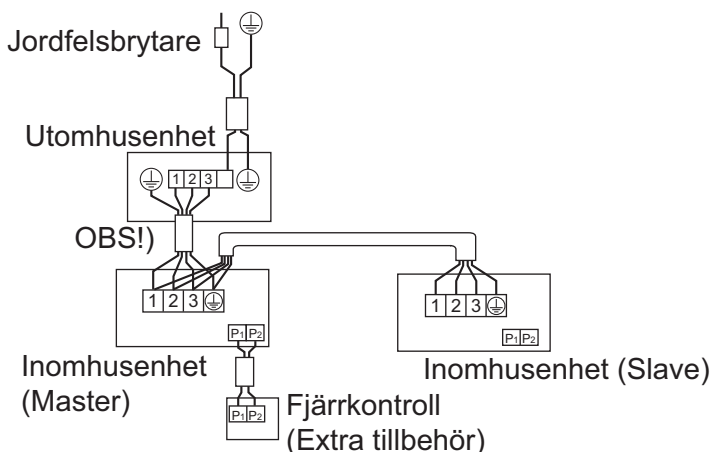

Bild 26
- **Samkörningssystem:** 1 fjärrkontroll styr 2 inomhusenheter (2 inomhusenheter fungerar likadant.) (Se bild 26)